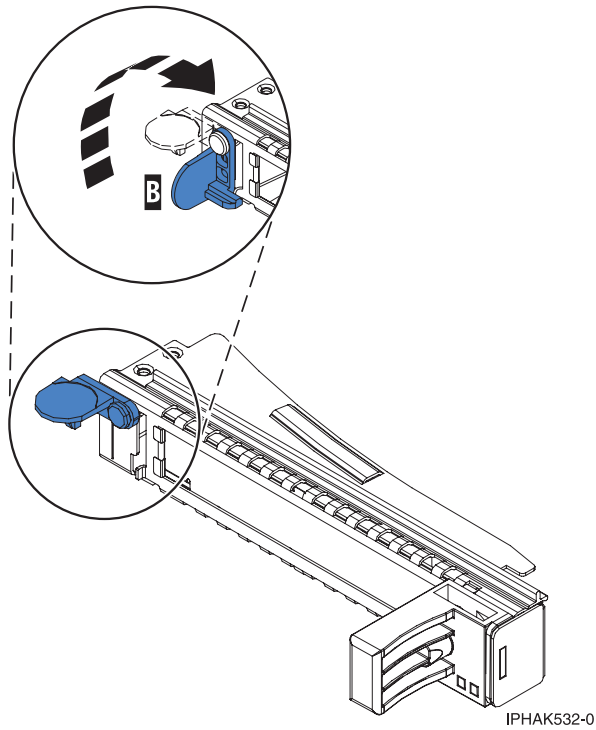

Abbildung 51. Kassettenhalteklemme öffnen
- a. Um den Haltesteg des Platzhalterelements zu entriegeln, drehen Sie die Verriegelung **(B)** am Haltestegende der Kassette wie in Abb. 51 auf Seite 49 dargestellt.